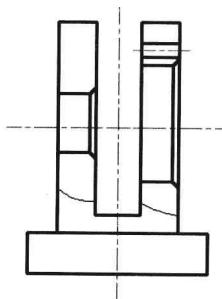

图 11-1-20
(22) 单击“绘图”面板名称，展开面板，单击“样条曲线”按钮 \sim ，绘制剖切曲线，如图 11-1-20 所示。